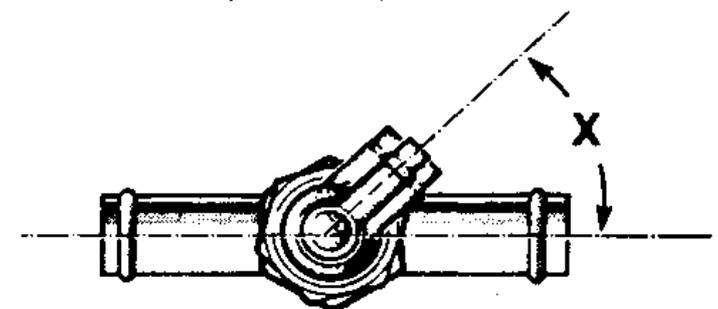

Рис.4.21. Установка вакуумного переключателя на адаптере (Разд.15)
6. Вверните вакуумный переключатель в адаптер, затяните с усилием 27 Нм и установите под углом, указанным на Рис.4.21.